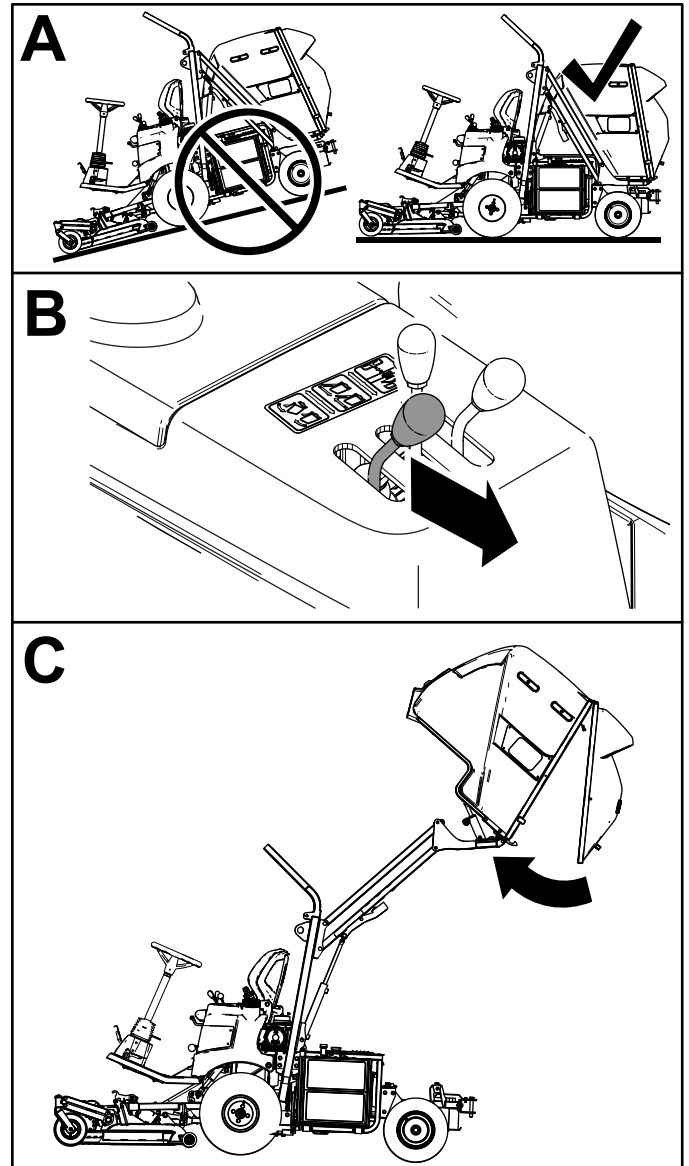

Figure 26
2. Une fois la trémie vidée, poussez le levier de décharge en avant pour la fermer (Figure 26).